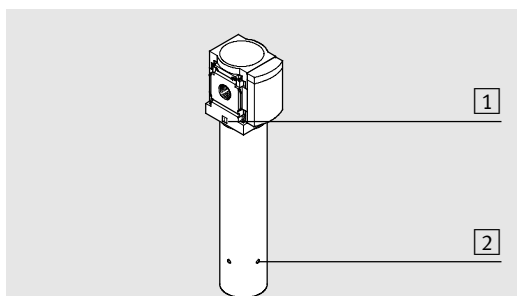

Рис. 1
- Соблюдайте направление потока от 1 к 2. В качестве ориентира служат цифры 1 и 2 на корпусе изделия (см. рис. 1). Установка обратного направления потока воздуха выводит мембранный осушитель воздуха из строя.